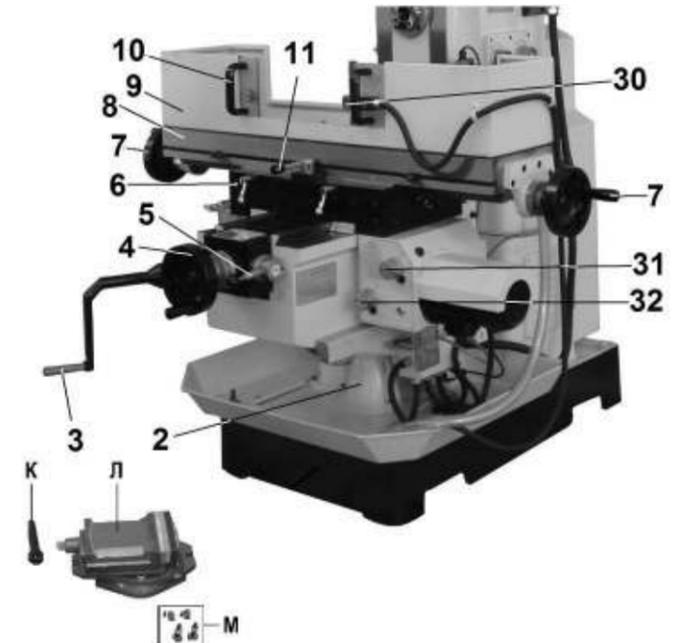

Рис. 34
10.8. Подготовка к работе (Рис. 34 - 38)